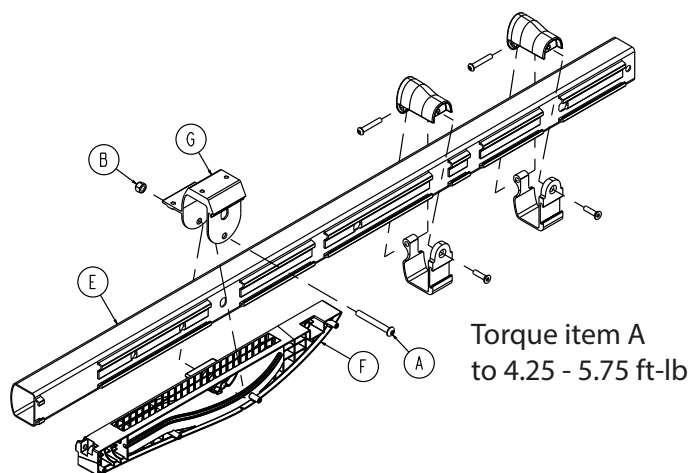

Figure 117 – Retirer le bloc coulissant
8. À l'aide d'une clé Torx T30 et d'une clé mixte de 1/2 po, retirer la vis d'assemblage à tête ronde (A) qui fixe le bloc coulissant gauche du patient (F) au rail externe (E) (Figure 117). Conserver la vis et le bloc coulissant.